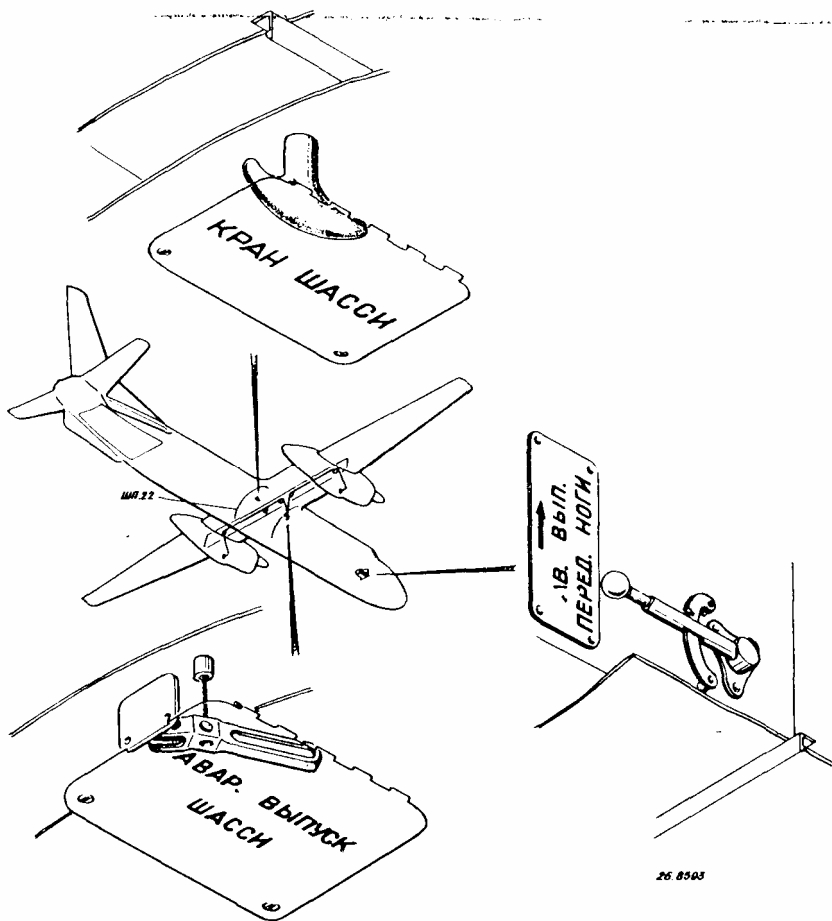

Рис. 8.6.4. Расположение рукояток механического выпуска шасси
- снять с фиксатора и потянуть вверх до упора ручку аварийного выпуска передней опоры шасси (рис. 8.6.4), расположенную на центральном пульте внизу справа, и установить ее на фиксатор открытого положения замка, при этом произойдет выпуск передней опоры шасси и загорится зеленая лампа выпущенного положения;